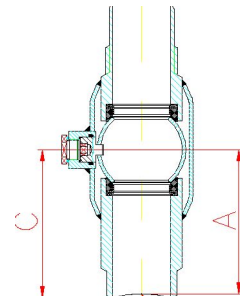

Рисунок 1
3. Привариваемому концу крана следует придать кривизну по радиусу R (рис. 1) и следовать фаске с учетом монтажных размеров, для обеспечения хорошего провара сварного шва.